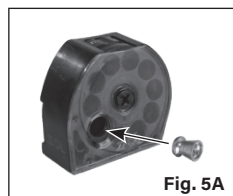

Fig. 5A
3. Insérez la tête du plomb en premier à l'avant du chargeur (voir Fig. 5A). Assurez-vous que le plomb ne dépasse pas du dos du chargeur. Dans le cas où le plomb ressort, poussez simplement le plomb à l'intérieur.